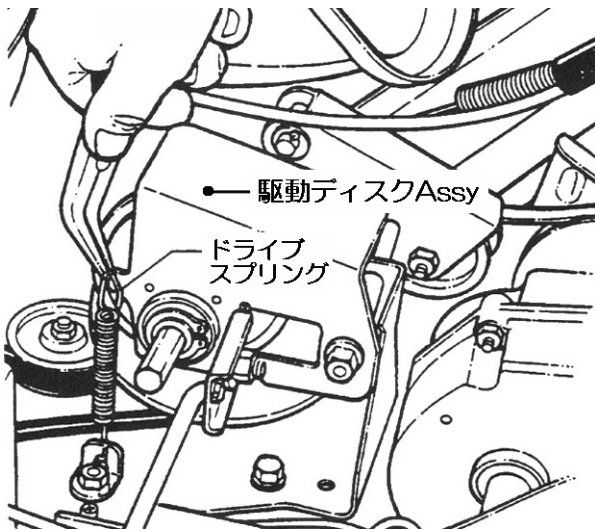

図 6-11
2. 先の細長いプライヤでドライブスプリングを外し、従動ディスクAssyを六角シャフトから引抜きます。(図6-11)